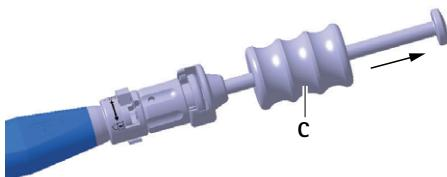

Fig. 6 Extraction de l'implant d'essai/implant avec le marteau impacteur
- ▶ Avec précautions, extraire l'implant d'essai **D** avec le marteau impacteur **C** hors du compartiment discale, voir Fig. 6.
- ▶ Avec précautions, extraire l'implant **a** avec le marteau impacteur **C** hors du compartiment discal, voir Fig. 6.